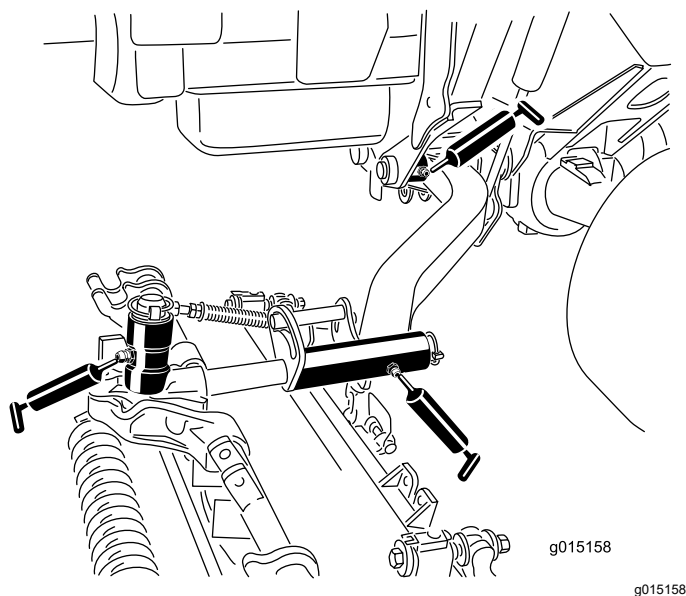

図 50
- 昇降アームのピボットブッシュカッティングユニット 1台に1ヶ所 図 50
- カuttingユニットのキャリアフレームCuttingユニット 1 台に 2 ケ所 図 50
- 昇降アームのピボットCuttingユニット 1 台に 1 ケ所 図 50